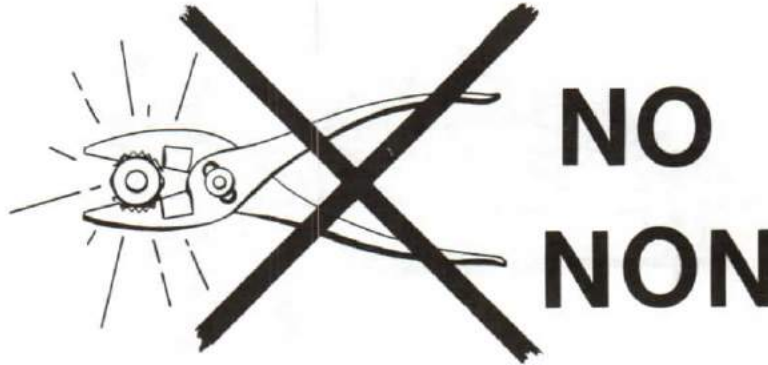

Figure 9-10
1. General - It may seem ridiculous to tell a young man that a screwdriver is used for turning screws or that pliers are used for holding objects. Yet how many times have you used a screwdriver to pry open a packing case? or a pair of pliers to turn a nut? See Figure 9-10.
1. Généralités. Il peut paraître ridicule de dire à un jeune homme qu'un tournevis sert à poser des vis ou que des pinces servent à tenir des objets. Et cependant, combien de fois avez-vous employé un tournevis pour forcer le couvercle d'une caisse ou bien une paire de pinces pour serrer un écrou? (voir la figure 9-10).